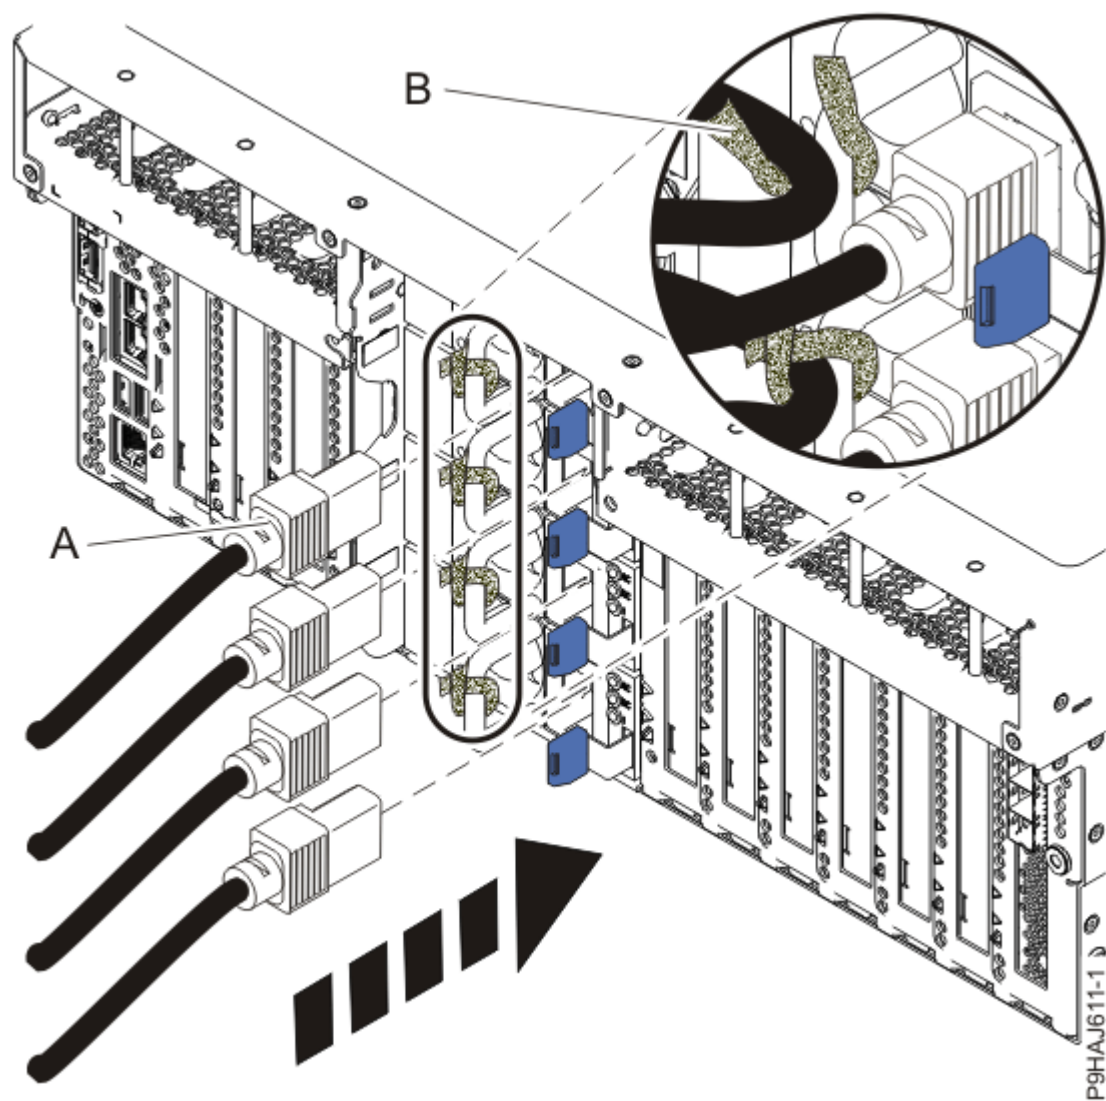
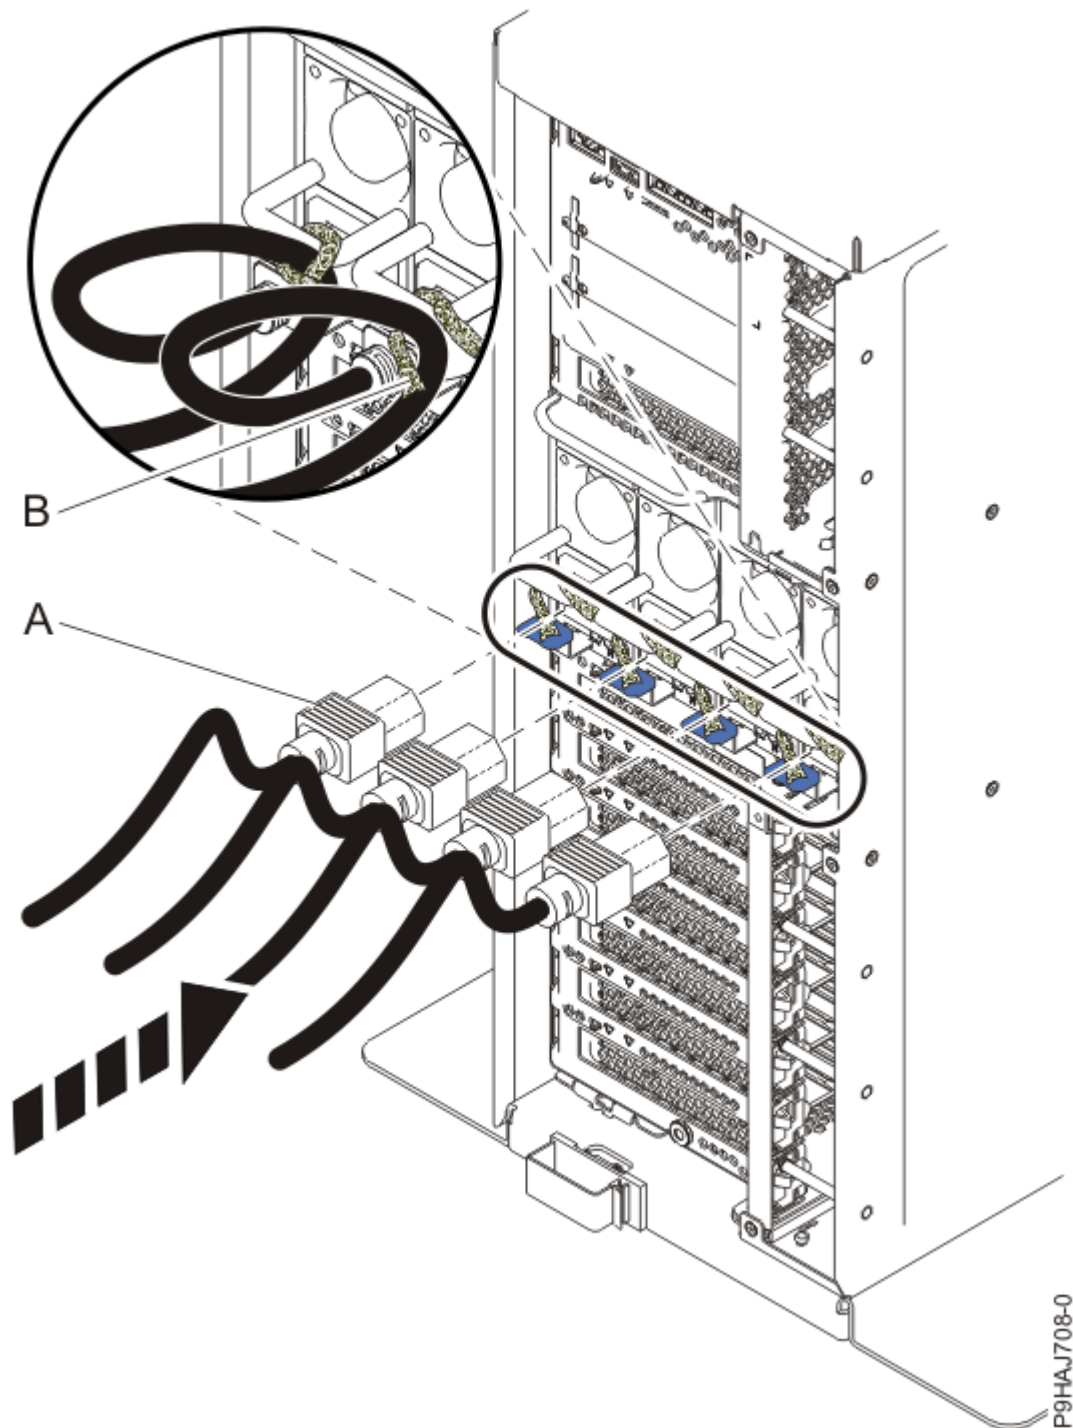

Figura 46. Ligar os cabos de alimentação a um sistema montado em bastidor
Figura 47. Ligar os cabos de alimentação a um sistema autónomo
5. Através da utilização dos rótulos, volte a ligar os cabos de alimentação **(A)** à unidade de sistema. Fixe os cabos de alimentação **(A)** ao sistema utilizando as presilhas **(B)** como é ilustrado em Figura 46 na página 48 ou Figura 47 na página 49.